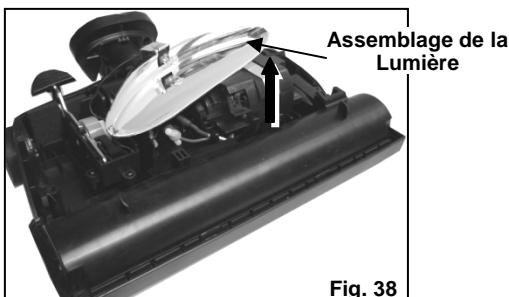

Fig. 38
6. Soulevez doucement l'assemblage de la lumière avant. (Fig. 38)